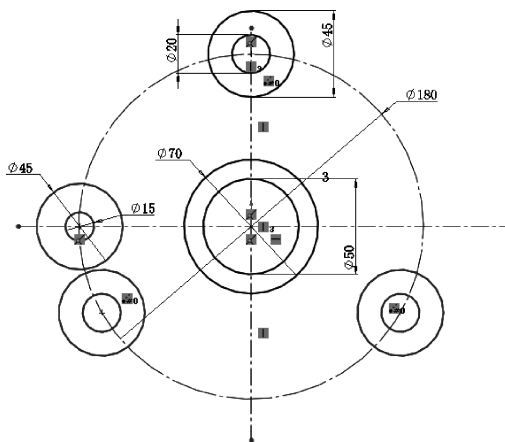

图 11-10 标注尺寸
9) 单击工具栏中的 f (智能尺寸) 按钮, 选择要标注尺寸的圆, 将指针移到放置尺寸的位置, 然后单击来添加尺寸, 在修改框中键入 45 和 15, 再单击修改框中的 $\checkmark$ 按钮, 接着单击图形区域, 如图 11-10 所示。